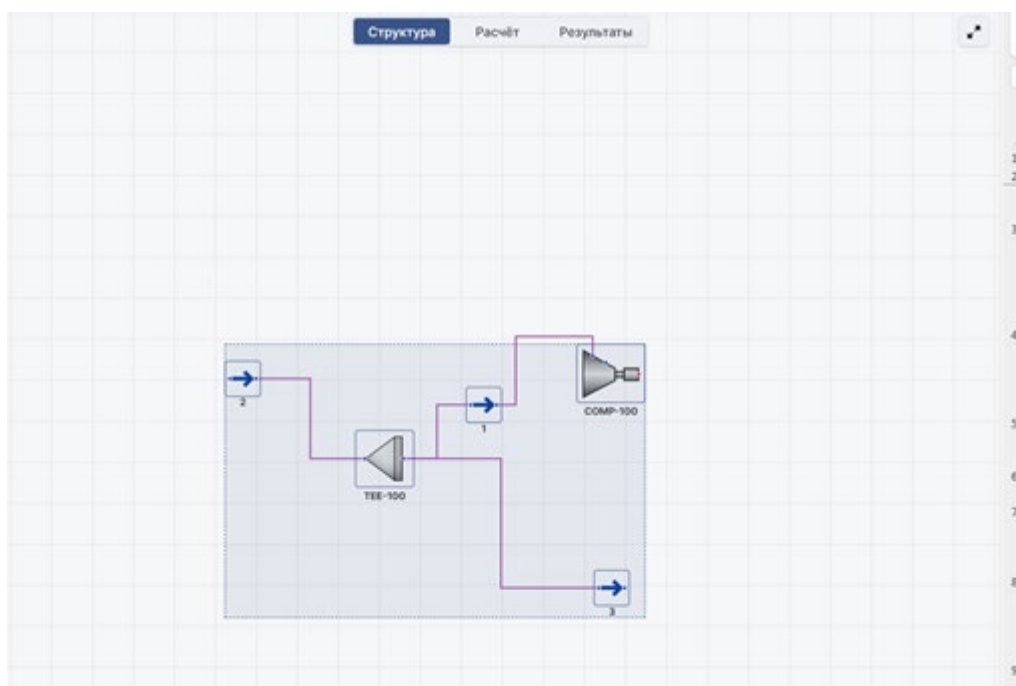

Рис. 27. Функция «множественный выбор»
6. Доступна функция множественного выбора: если зажать «Shift», то можно «окошком» выделить часть структурной схемы (рис. 27). То же самое можно сделать, зажав «Shift» и кликая по нужным элементам схемы мышкой (это позволит выделить отдельные элементы, стоящие на удалении друг от друга).